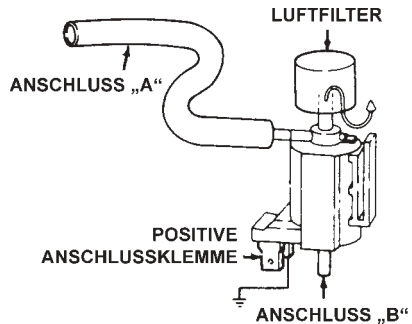

ABBILDUNG 12: Typisches Vakuum Magnetventil
- 1) Vakuum- und elektrische Anschlüsse vom Magnetventil lösen. Die Pumpe mit Anschluss „B“ verbinden und versuchen, mit der Pumpe ein Vakuum anzulegen. Das Vakuum wird durch Anschluss „A“ abgebaut. (ABBILDUNG 12)
- 1) Mit der Vakuumpumpe ein 10 Zoll Hg Vakuum am unteren Anschluss des Ventils anlegen und die Resultate mit einem zweiten Vakuummessgerät prüfen, wie in der beigefügten Abbildung gezeigt. (ABBILDUNG 12)